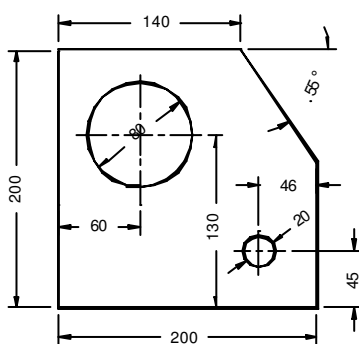

Figura 1.10.6
- Todas as cotas têm a direção da linha de cota, *Figura 1.10.6*.